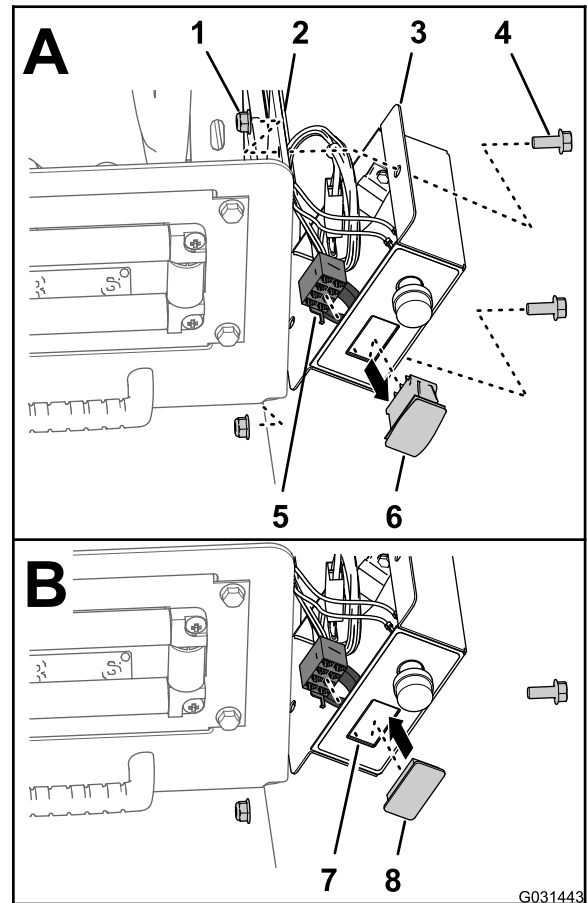

Рисунок 20
1. Удалите два болта (5/16 x 3/4 дюйма) и две контргайки (5/16 дюйма), которые крепят блок управления к монтажной плите барабана (Рисунок 20).
2. Отсоедините 8-гнездовой разъем жгута проводов блока управления от переключателя регулировки давления (Рисунок 20).
3. Проложите 8-гнездовой разъем внутрь блока управления (Рисунок 20).
4. Сожмите фиксирующие выступы переключателя регулировки давления и выдавите переключатель из блока управления (Рисунок 20).
5. Совместите заглушку переключателя с отверстием в блоке управления, откуда был извлечен переключатель (Рисунок 20).
надежно зафиксировав ее в крышке (Рисунок 20).
7. Совместите блок управления с монтажной плитой барабана (Рисунок 20) и прикрепите блок к плите с помощью двух болтов (5/16 x 3/4 дюйма) и двух контргаек (5/16 дюйма).